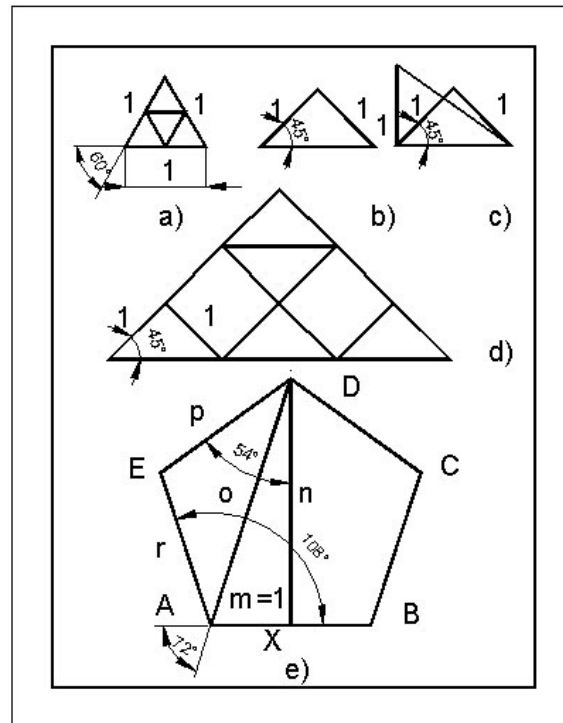

Fig.1
11. Să se construiască grafic segmentul $\sqrt{2}$ (Fig.1.b) și $\sqrt{3}$ (Fig.1.c)